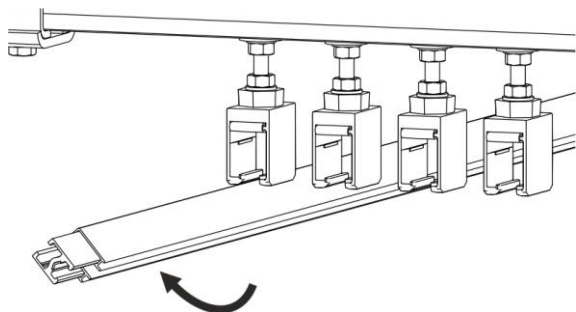
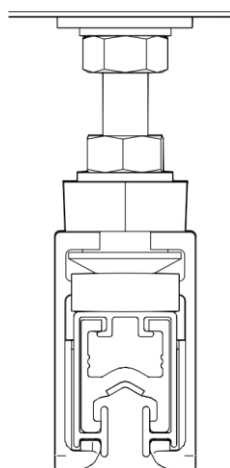

Fig. 73 : Clipser le rail dans le support de rail
Fig. 74 : Le rail est clipsé dans le support de rail
- Insérer le premier rail conducteur à env. 45° dans le support de rail et le clipser (voir Fig. 73). Veiller à ce que le rail conducteur s'enclenche correctement et que le support de rail entoure le profil d'isolation en haut et en bas (voir Fig. 74).